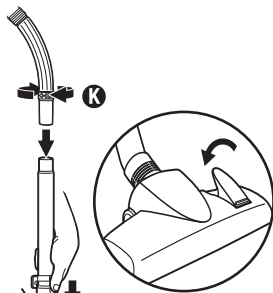

FIG. 6
- Step 3:** For models with telescopic wands, extend wands by pushing lock button down and pulling on lower wand until reaching desired height (Fig. 6).
- Step 4:** Adjust to maximum suction by closing the slip ring **K** on the hose handle (Fig. 6).
- Step 2:** Adjust to minimum suction by opening the slip ring **K** on the hose handle (Fig. 6).
Étape 3 : Pour les modèles à tubes télescopiques, déployez les tubes en appuyant sur le bouton de verrouillage et en tirant sur le tube inférieur jusqu'à ce qu'il atteigne la taille désirée (Fig. 6).
Étape 4 : Réglez sur l'aspiration maximale en fermant la bague **K** située sur la poignée de tuyau (Fig. 6).
Étape 2 : Réglez sur l'aspiration minimale en ouvrant la bague **K** située sur la poignée de tuyau (Fig. 6).
Paso 3: En los modelos con tubos telescópicos, extienda dichos tubos presionando el botón de traba y jalando el tubo inferior hasta alcanzar la altura deseada (Fig. 6).
Paso 4: Ajuste a máxima succión cerrando el aro deslizante **K** en el mango de la manguera (Fig. 6).
Paso 2: Ajuste a mínima succión abriendo el aro deslizante **K** en el mango de la manguera (Fig. 6).